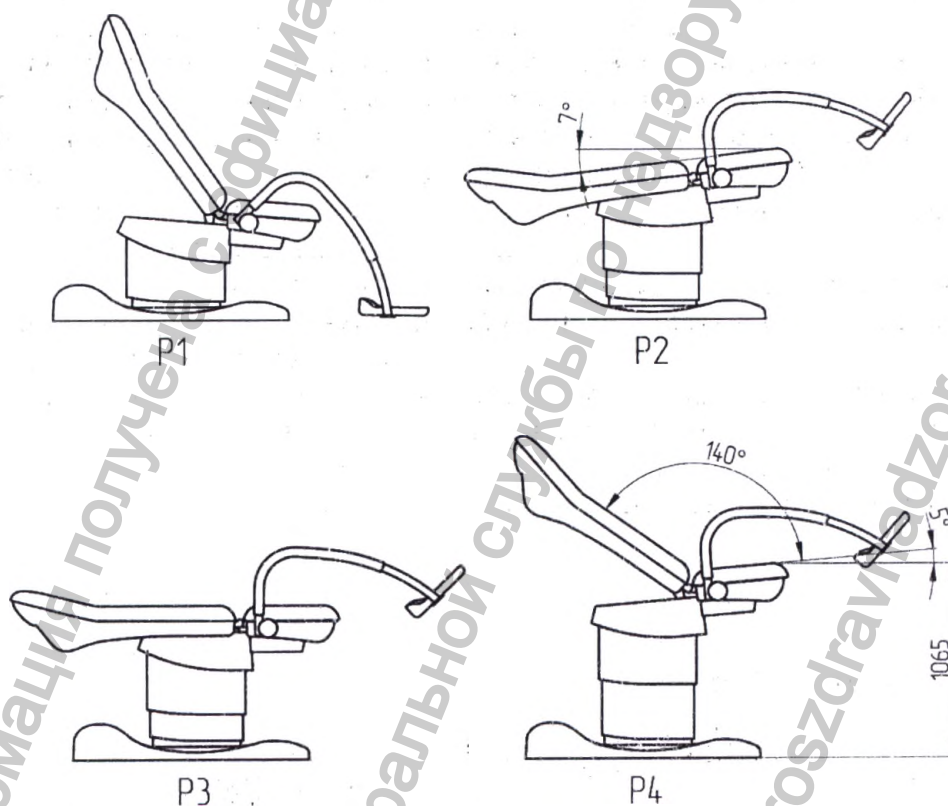

Рисунок 4.
10.1.7 Кнопки 9, 10, 11, 12 – это кнопки программируемых положений панели кресла. По умолчанию кнопки запрограммированы следующим образом (рисунок 4):